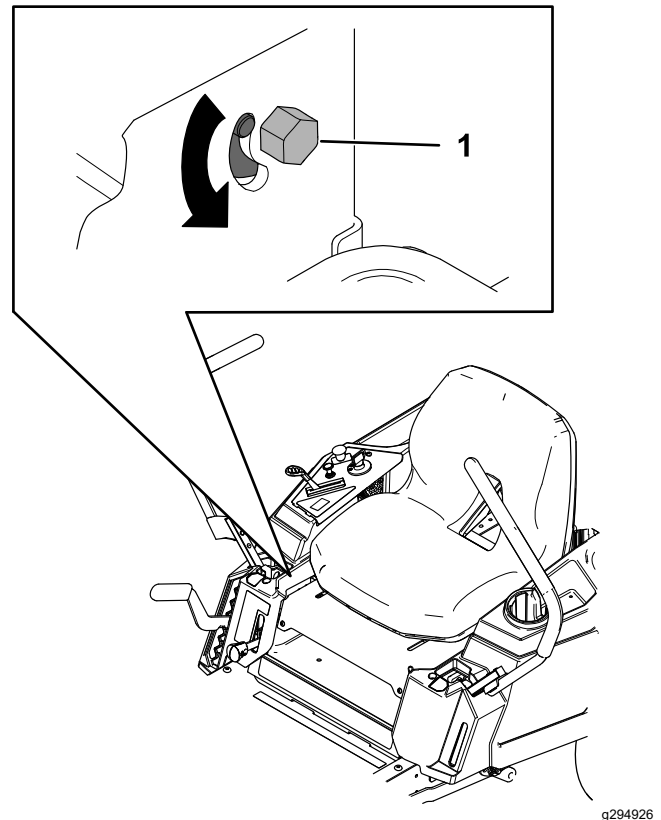

Bild 54
3. Suchen Sie die Einstellschraube für den Spurlauf in der Nähe des Fahrtriebshebels auf der Seite, die eingestellt werden muss (Bild 54).